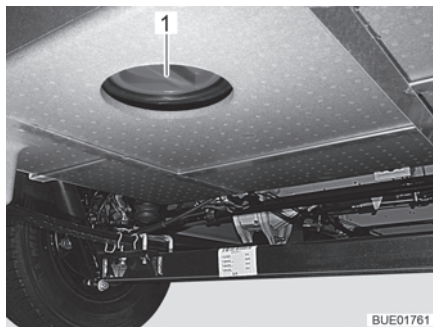

Fig. 183 Apertura per la pulizia sul serbatoio delle acque grigie
- A questo scopo aprire l'apertura per la pulizia (Fig. 183,1) per il serbatoio delle acque grigie e il rubinetto di scarico.